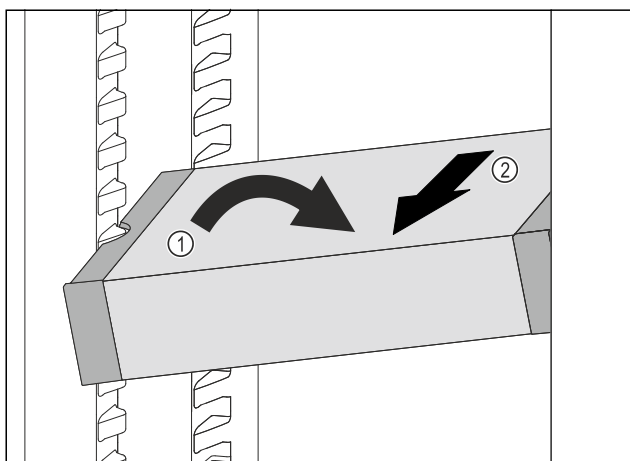

Fig. 69
- Stil VarioSafe på skrå ind i kølesektionen. Fig. 69 (1)
- Tag VarioSafe ud fremefter. Fig. 69 (2)